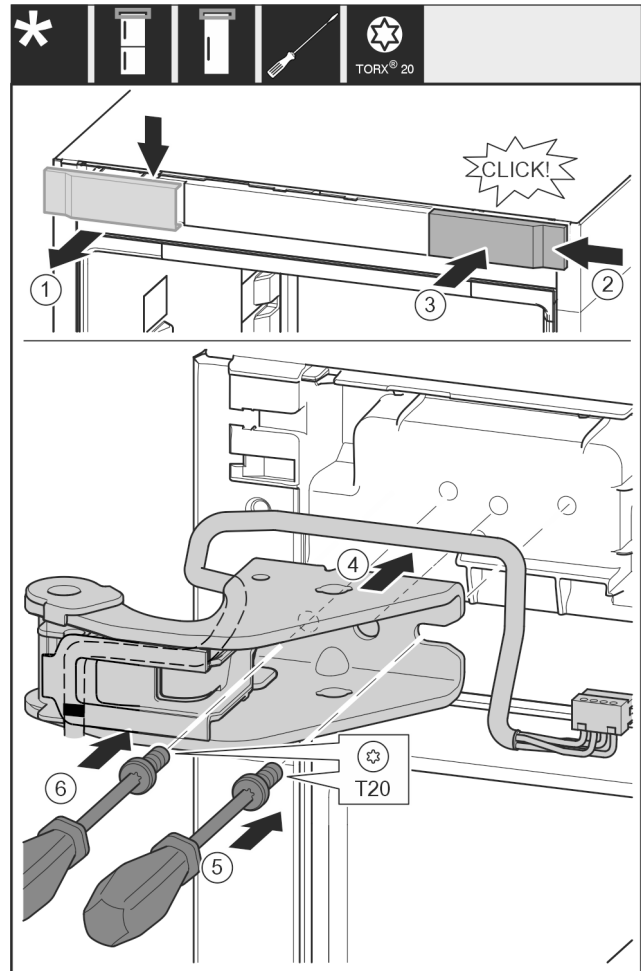

Fig. 22
- ▶ Odoberte kryt zhora dopredu. Fig. 22 (1)
- ▶ Kryt zaveste na druhú stranu sprava otočený o 180°. Fig. 22 (2)
- ▶ Kryt zaklapnite. Fig. 22 (3)
- ▶ Nasadte hornú ložiskovú konzolu. Fig. 22 (4)
- ▶ Skrutku nasadte a pevne zaskrutkujte skrutkovačom T20. Fig. 22 (5)
- ▶ Skrutku vložte a pevne zaskrutkujte skrutkovačom T20. Fig. 22 (6)